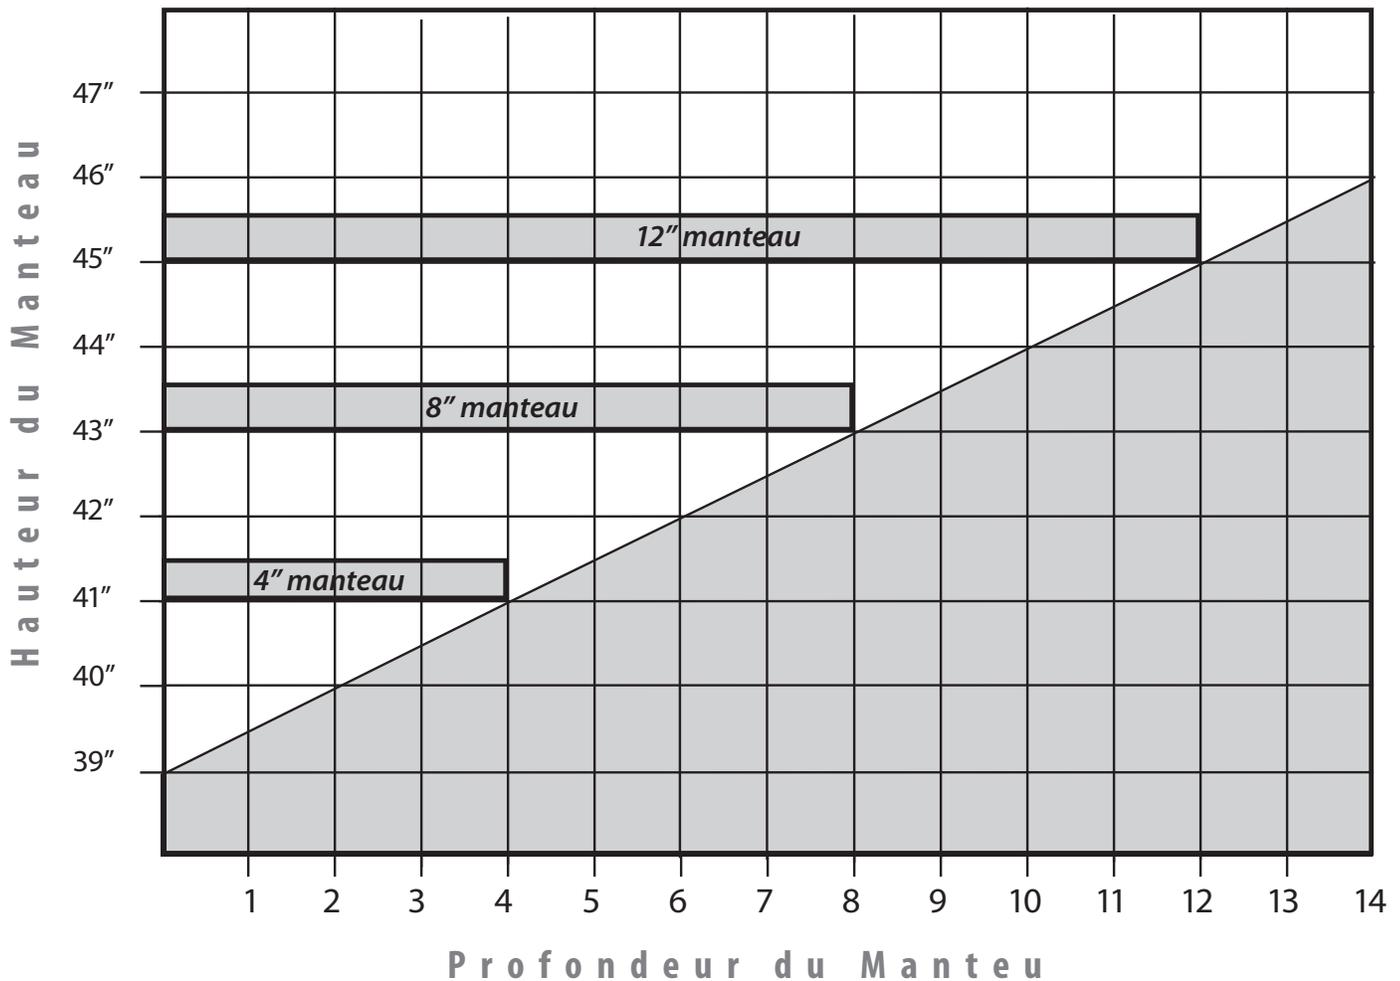
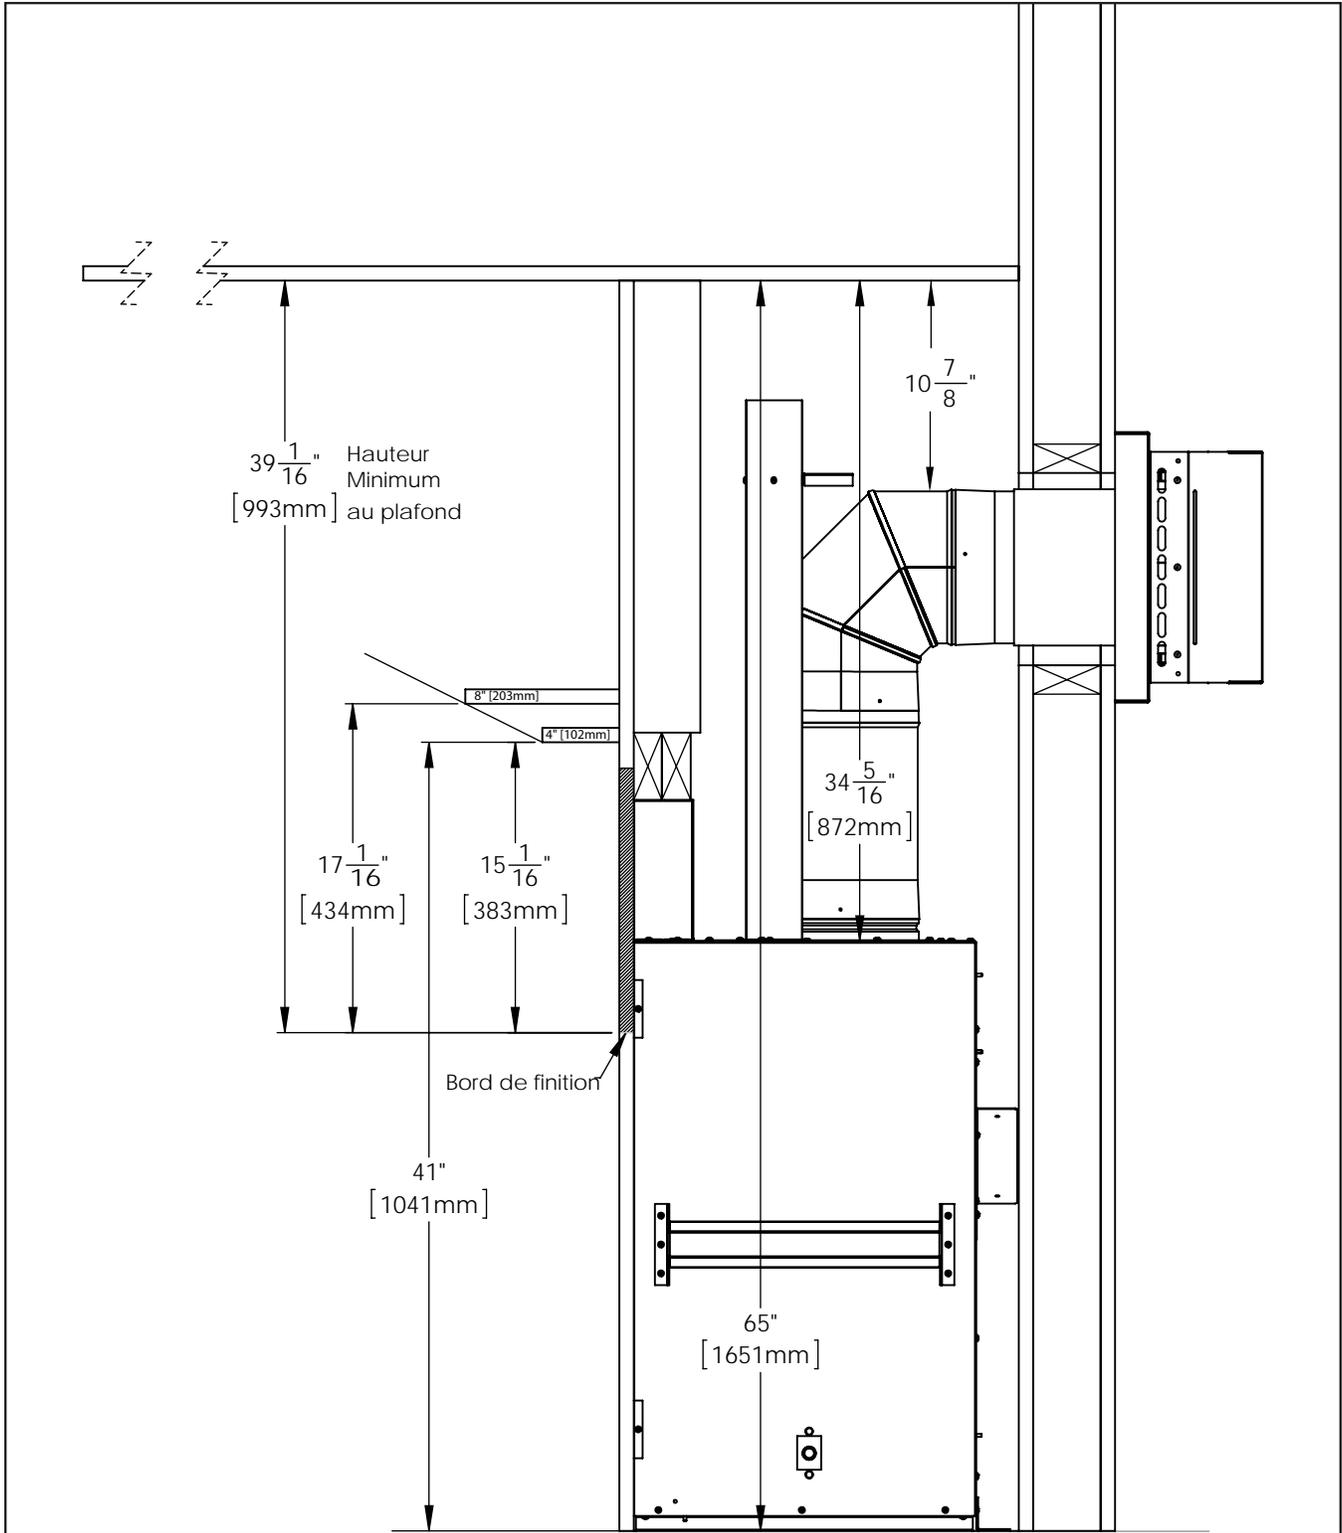
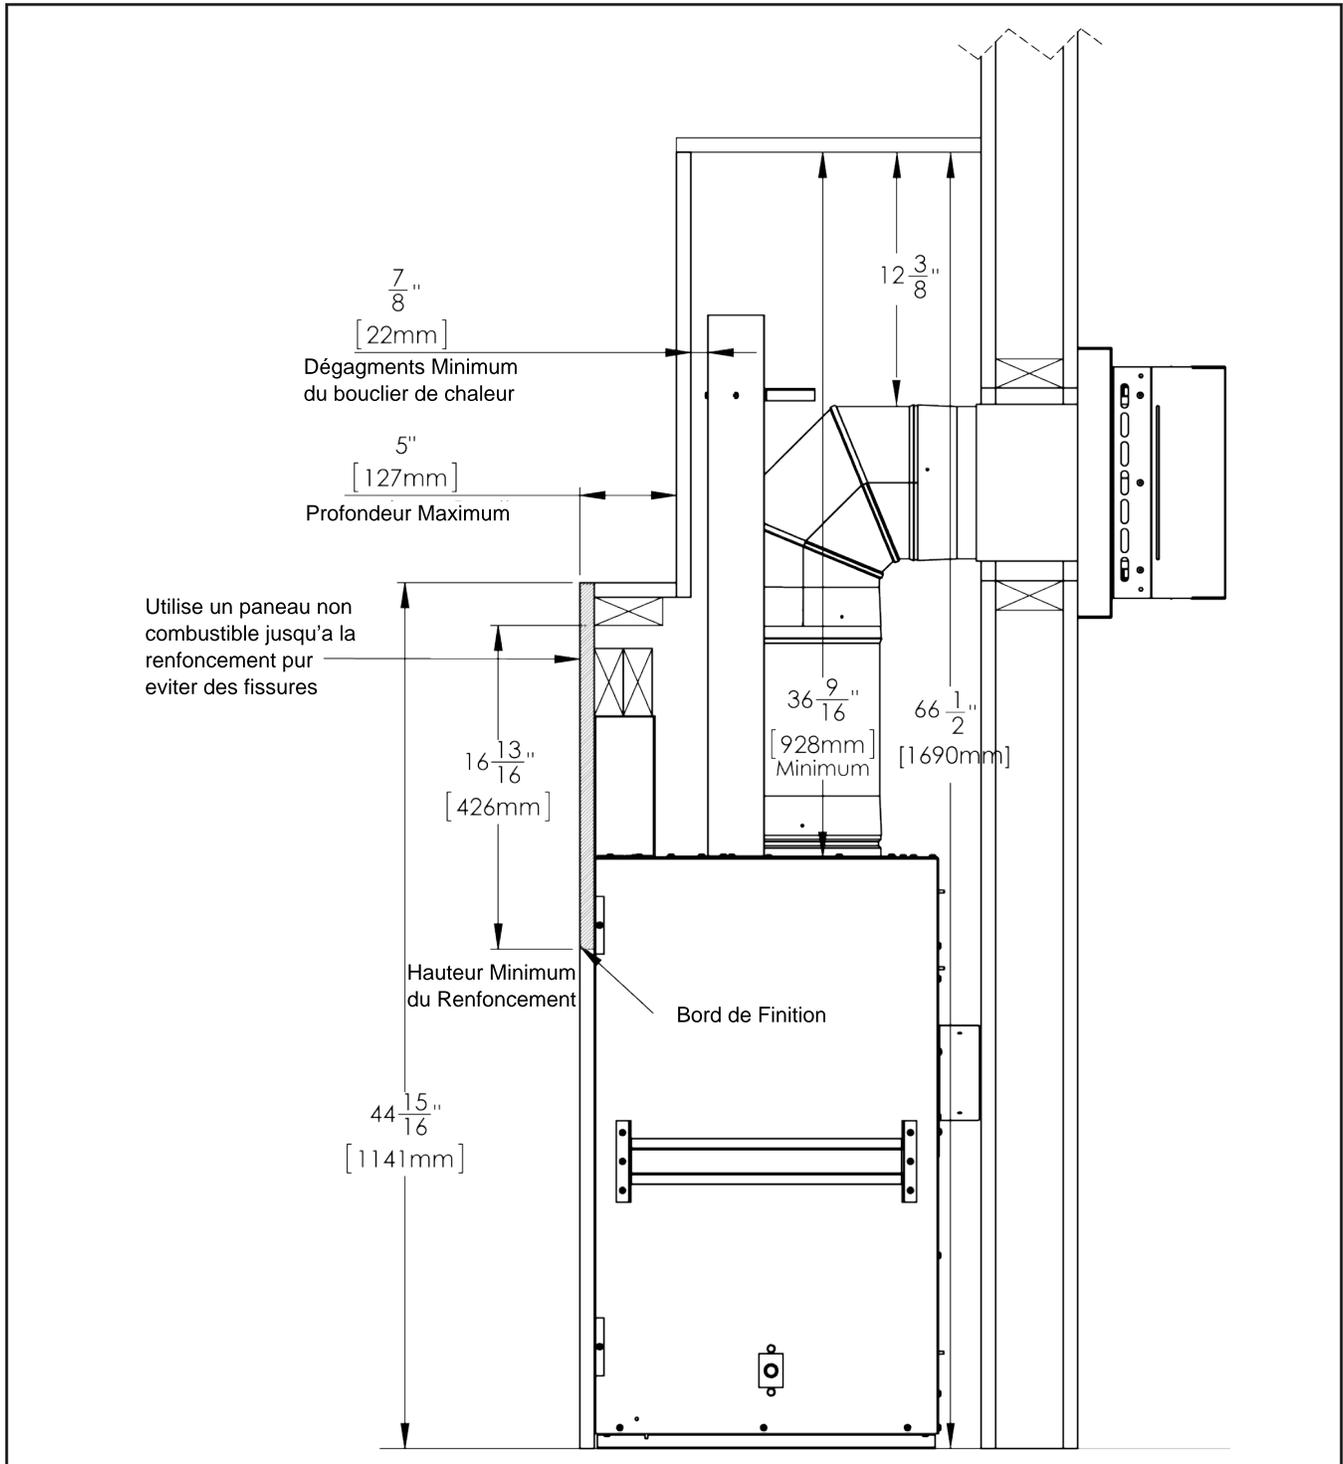
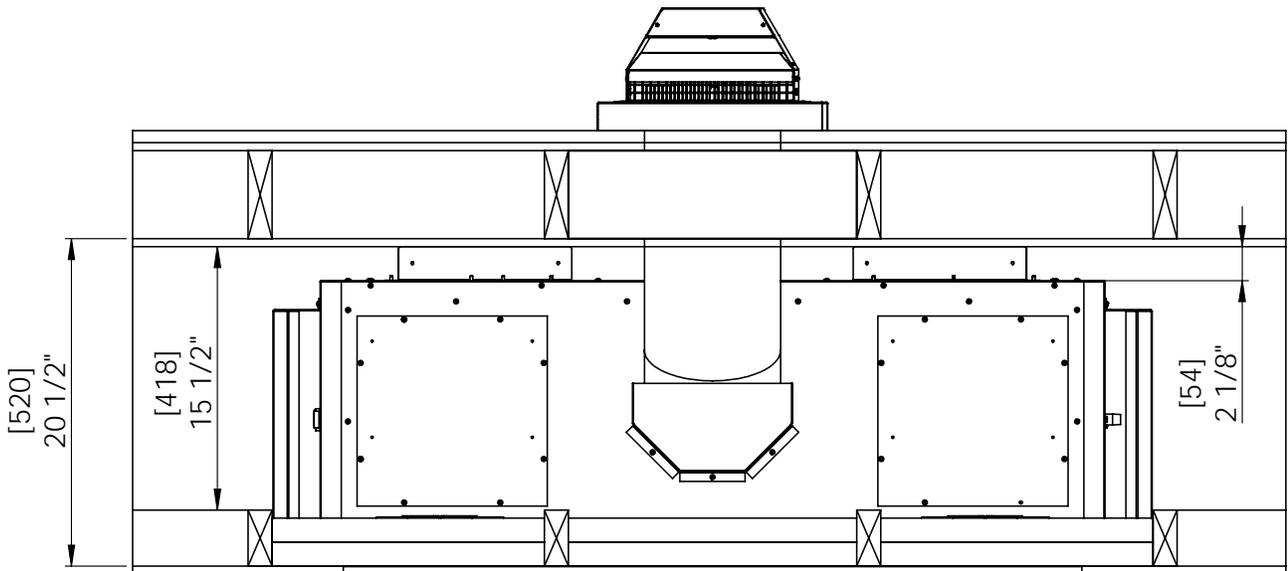

Figure 34: Hauteur de Manteau minimum
Figure 35: Dimension d'Installation avec Menteau
Figure 36: Dimension d'Instalation du Renforcement
Figure 39: Dimensions d'un installation horizontal
Raporter vous à la Figure 34 & Figure 35 pour une installation de manteau combustible, les mesures sont du bas de l'unité vers le bas de la Mantel.
Si l'ajout d'un manteau de cheminée à la C34I, Veuillez noter la dimension critique illustrée à la Figure 35. Il s'agit de dimension minimale selon la certification et doit être suivie.
Reporter aux dimensions de la Figure 36 si la construction d'un évidement au-dessus de la cheminée. Remarque les dimensions du bord de finition au goujon ci-dessous l'évidement Matériaux de finition. Le matériau de finition vertical à l'arrière de l'évidement doit être espacés de  $\frac{7}{8}$ " du bouclier d'évent. Notez également la dimension du tuyau d'évent pour le plafond interne doit être maintenue si la cheminée est soulevée.
La Figure 39 montre une installation d'évent horizontal avec les espaces minimum. Le blindage d'évent horizontale doit être utilisé lorsque la configuration minimale d'évent est utilisé. Si plus de 12" de hauteur est utilisée la protection doit être retiré. La distance d'évent au plafond doit être maintenue, peu importe la hauteur d'évent verticale supplémentaire ; voir la Figure 35 & Figure 36.
**Manteau:** Il n'est pas nécessaire d'installer un manteau, mais s'il est souhaitée, suivez les directions comme illustré à la Figure 34 & Figure 35.